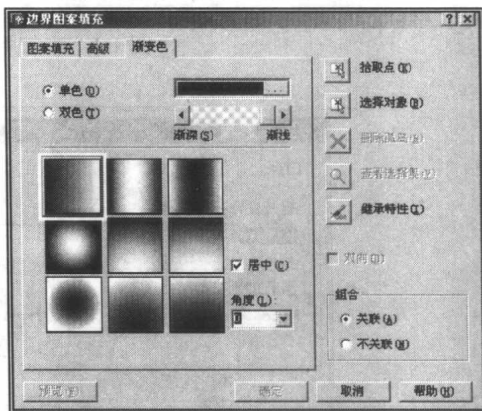

图 1-4 边界图案填充对话框
(4) 增强的面域填充 在中文版 AutoCAD 2004 “图案填充”命令中, 打开“边界图案填充”对话框, 打开“渐变色”选项卡, 在该选项卡中可以使用九种渐变填充图形, 如图 1-4 所示。